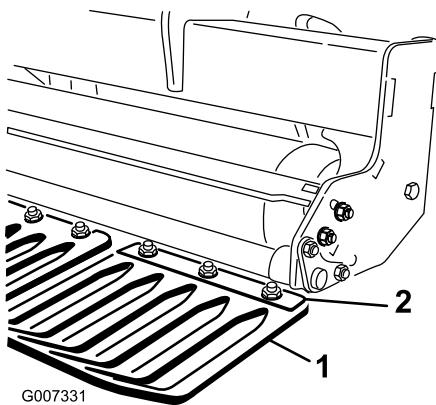

Figura 14
1. Afloje las tuercas que aseguran las abrazaderas de los protectores de césped en la barra de herramientas de los protectores de césped (Figura 14).